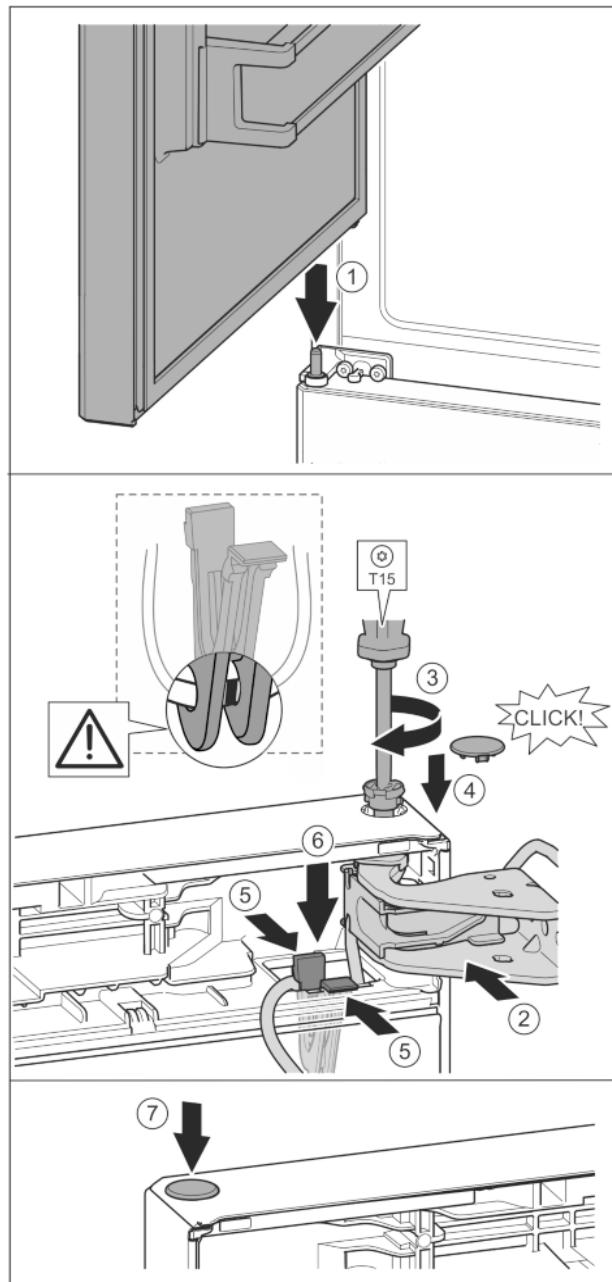

Fig. 41
- Установка верхней двери на средний опорный палец Fig. 41 (1)
- Дверь вверху выровнять по отверстию в опорном кронштейне. Fig. 41 (2)
- Вставить палец и затянуть отверткой T15. Fig. 41 (3)
- Установить предохранительную крышку для защиты двери: вставить предохранительную крышку и проверить, прилегает ли она к двери. В ином случае вставить палец полностью. Fig. 41 (4)
- Вставить держатель кабеля с закрепленным на нем кабелем в отверстие. Fig. 41 (5)
- Прижать держатель вниз так, чтобы соединительная накладка защелкнулась. Fig. 41 (6)
- Вставить заглушку. Fig. 41 (7)